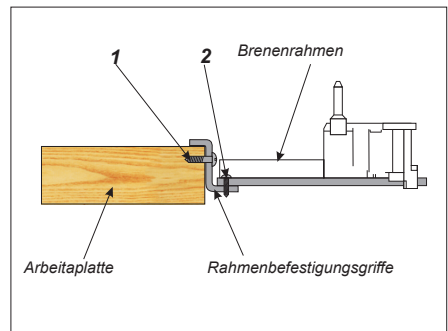
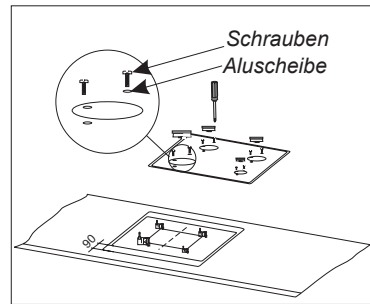
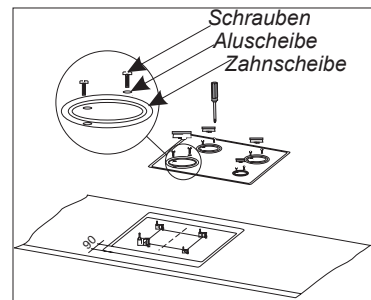

Abb. 3
Abb. 5
Abb. 6
- die Blechschrauben [2] (Abb. 3) lösen.
- Brennerahmen schieben, bis Massenübereinstimmung von 90 mm (Abb. 5) erreicht wird und in dieser Position den Brennerahmen mit Blechschrauben [1] (Abb. 3) in der Paltenöffnung sperren.
- auf den Brennerahmen die Arbeitsplatte hinlegen und mit 8 Blechschrauben mit Unterlagsscheiben M-3 (Abb. 5) an Brenner zuschrauben,
- Brennerrahmen schieben, bis Massenübereinstimmung von 90 mm (Abb. 6) erreicht wird und in dieser Position den Brennerrahmen mit Blechschrauben [1] (Abb. 3) in der Palttenöffnung sperren.
- auf den Rahmen mit Brennern eine Keramikscheibe auflegen und danach Zierauflagen auf die Scheibe und Brenner auflegen. Die Scheibe mit den Zierauflagen mit 8 Blechschrauben mit Unterlagsscheiben M-3 anschrauben (Abb.3), wobei das Anschrauben von den hinteren Normalbrennern anzufangen ist und erst danach ist der Stark- und Hilfsbrenner zu befestigen.